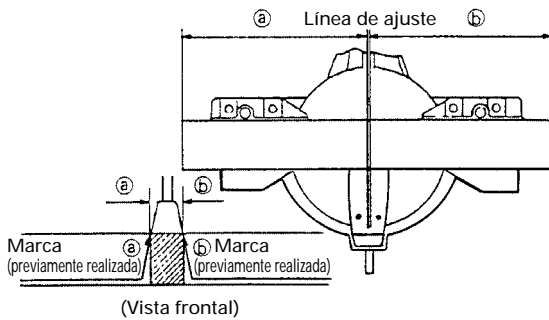

Fig. 26
- (1) Como se muestra en la Fig. 26, la anchura de la hoja de sierra es la de corte. Por lo tanto, deslice la pieza de trabajo hacia la derecha (vista desde la posición del operador) cuando desee la longitud (b), o hacia la izquierda cuando desee la longitud (a).